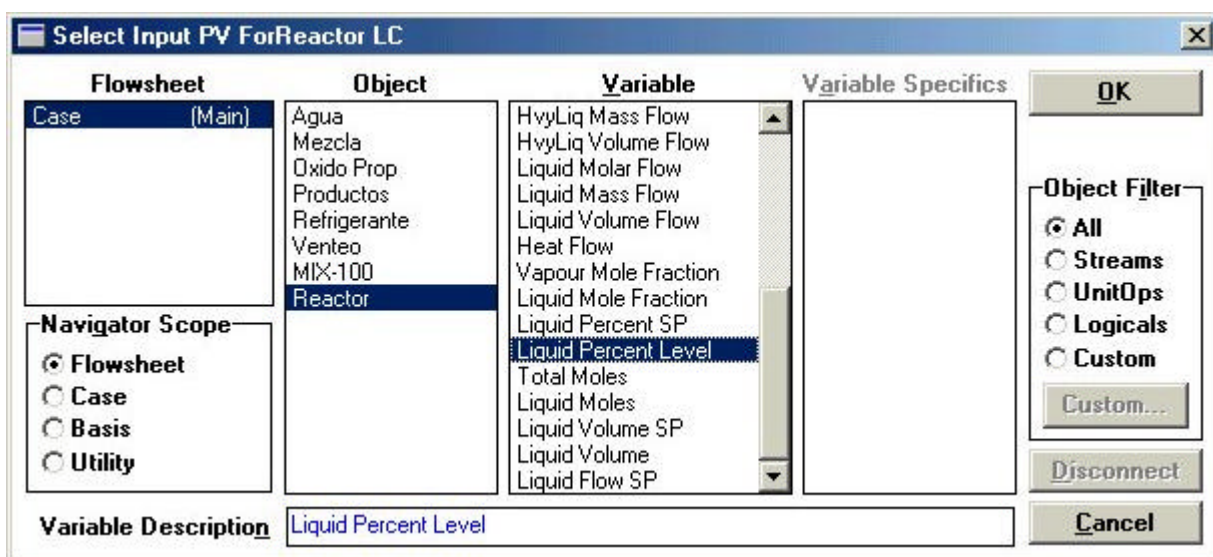

Fig. 52
En la primera sección, **Connections**, debemos definir la variable controlada (PV) y la variable manipulada (OP). Presionamos el botón **Select PV..** y se nos abrirá la ventana **Select Input PV**, debemos seleccionar la variable **Liquid Percent Level** del reactor como se indica en la Fig. 52.